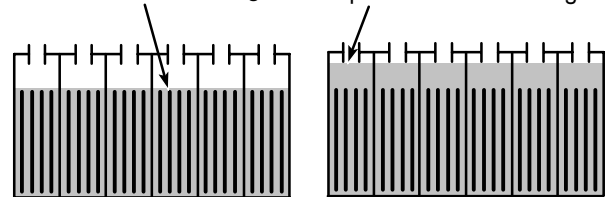

FIG. 31
- Contrôlez fréquemment le niveau de liquide des batteries afin d'éviter l'endommagement des batteries. Le liquide doit se trouver au niveau illustré (Figure 31). Ajoutez de l'eau distillée si nécessaire. **NE REMPLISSEZ PAS TROP**, le fluide va augmenter de volume et risque de déborder lors de la mise en charge.